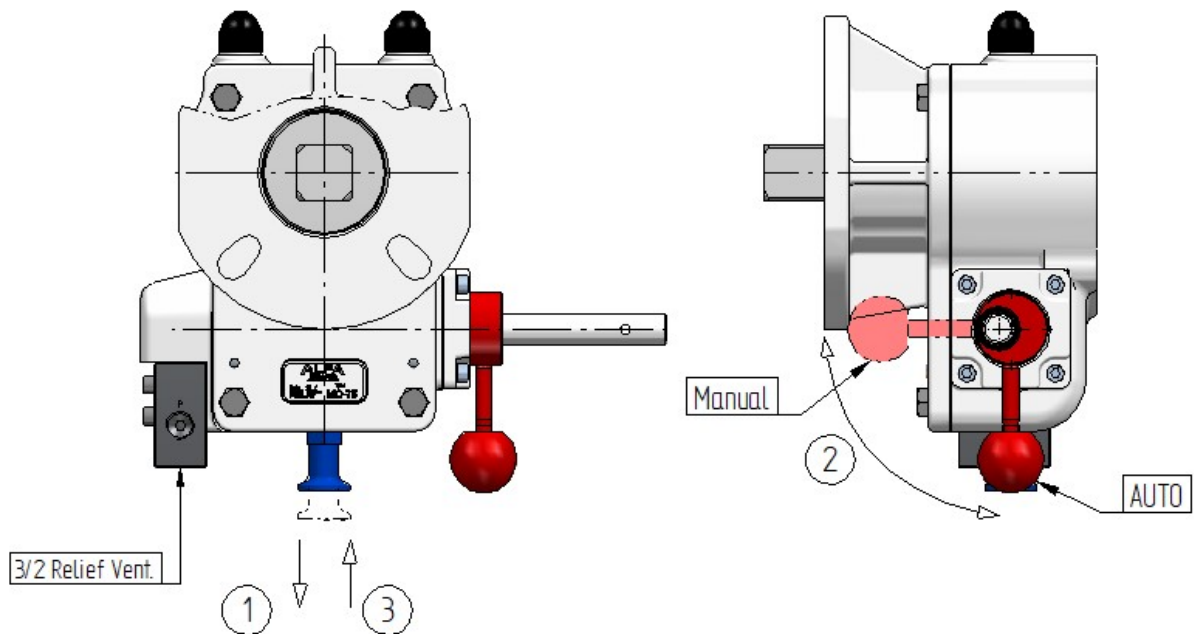

Figure 8 : Réducteur gamme MO
2. Avant toute manœuvre manuelle, le réducteur doit être mis en mode manuel. Pour ce faire, se référer à la figure 8 et suivre les étapes suivantes :
i. Tirer le bouton vers l'extérieur (3) et le maintenir dans cette position.